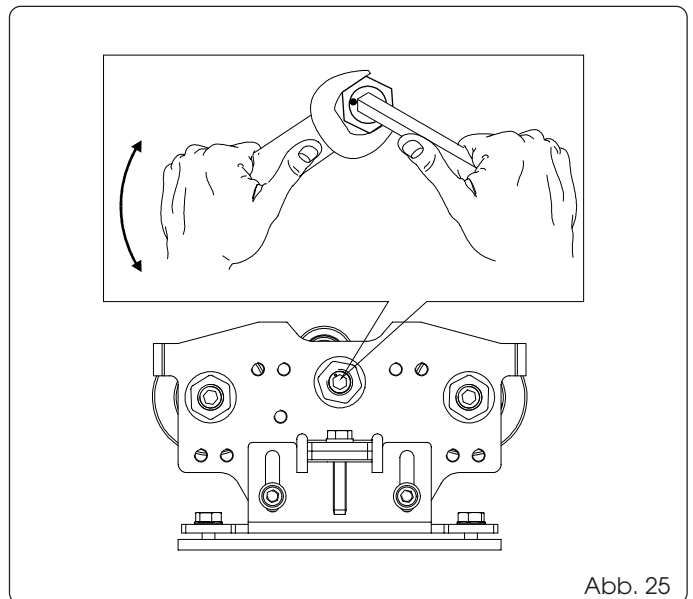

Abb. 25
- Die Einstellschraube mit dem Inbusschlüssel festhalten und die Spannmutter lockern (Abb. 25).